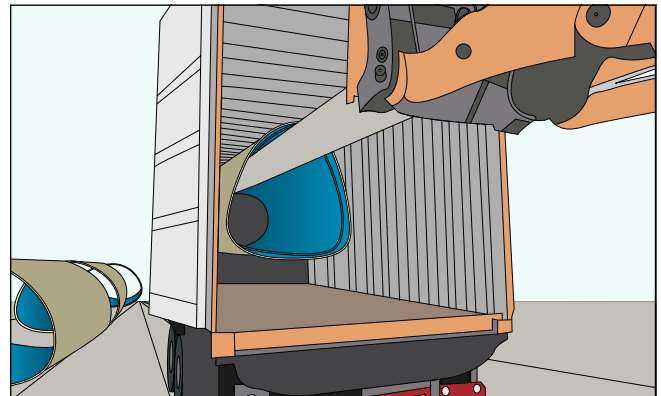

Abb. 10: Entladung von der Rückseite des LKWs oder Containers
- Vom hinteren Teil des Lastwagens aus mit einem Gabelstapler, der mit einer speziellen Lanze ausgestattet ist, der durch das Innere des Rohrs führt (Abb. 10).